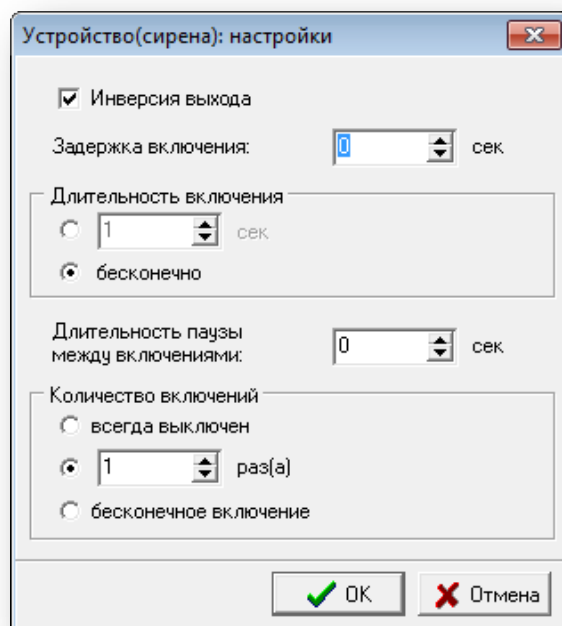

Рисунок 6.21
- В открывшемся окне «Редактирование свойств устройства» нажмите кнопку «Настройка вывода» (Рисунок 6.21).
- В окне «Устройство: настройки» (Рисунок 6.21) установите нужный режим работы выбранного устройства.